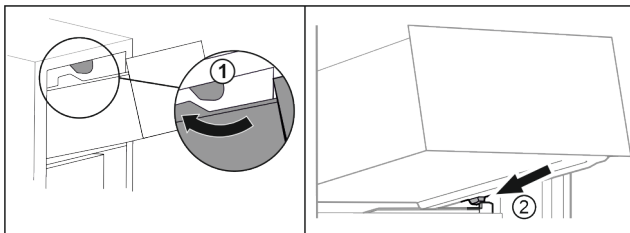

Fig. 78
- ▶ Guider le tiroir en contournant les butées supérieures. Fig. 78 (1)
- ▶ Placer le tiroir, en l'inclinant, derrière les butées inférieures sur la nervure de récipient. Fig. 78 (2)